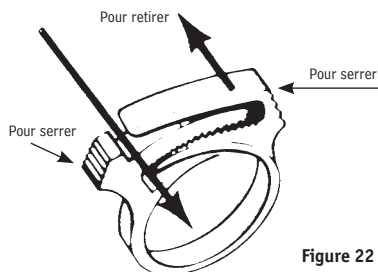

Figure 22
1. Retirer le collet de nylon de la plaque d'appui en plastique sur la cagoule (voir figure 22).